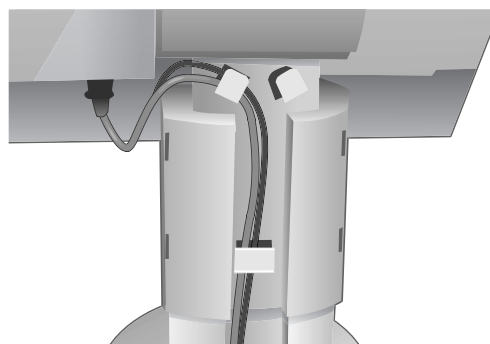

Figura C.3
6. Inserire il cavo DVI e il cavo di alimentazione nei ganci specifici come indicato nella **Figura C.3**.